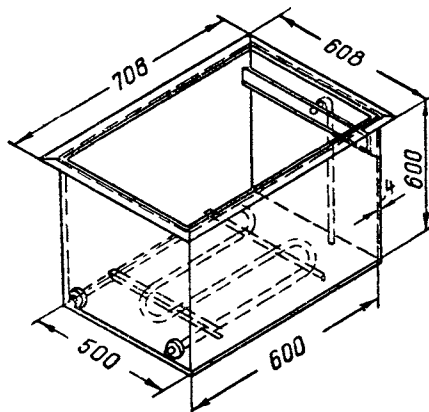

Рис. 5. Ванна горячей промывки
- 2) ванны для промывки в горячей воде (рис. 5);